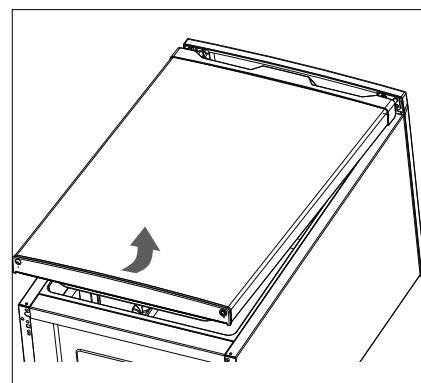

Fig. 4
- ▶ Løft frysekabsdøren (4) let og træk frysekabsdøren ud af den øverste hængselstap (fig. 4).
- ▶ Stil frysekabsdøren (4) til side sikret mod væltning, på et blødt underlag for at undgå ridser.